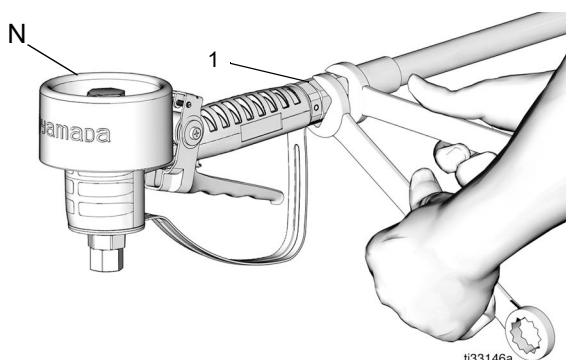

図 3
メーターの設置 (図 3)
1. 既存の設置については、メーター (N) を交換してください：
- b. 反対方向に作用する 2 本のレンチを使用して、メーターおよびホース金具を緩めてください (図 3)。
- c. ホースからメーター (N) を外します。